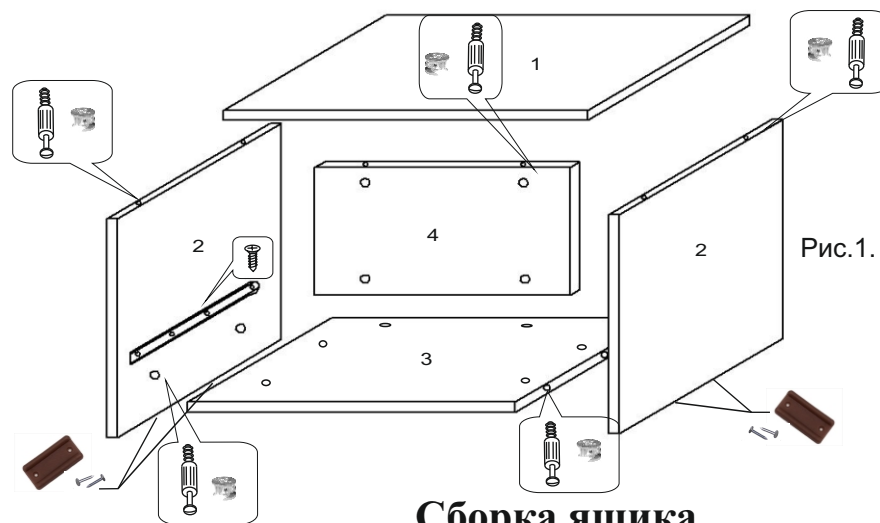

Рис.1. Сборка тумбы
1. Перед сборкой необходимо ввернуть винты эксцентриков Ф-3 в отверстия Ø5 с помощью отвертки в дет. 1,2, в отверстия на пласти Ø15 вставить эксцентрики Ф-4 в дет. 2,3,4 (рис. 1). Прибить к нижним торцам боковин (дет. 2) подпятники Ф-12 с помощью гвоздей Ф-9.
2. К боковинам прикрутить направляющие ящиков Ф-10 с помощью саморезов Ф-1 (рис. 1)(см. раздел Установка направляющих)